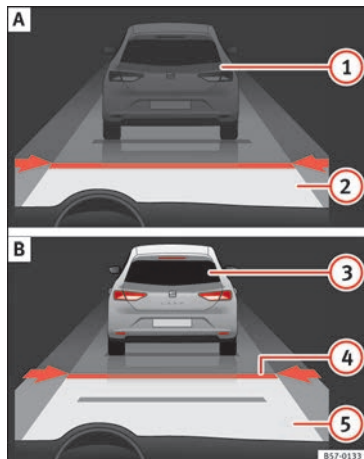
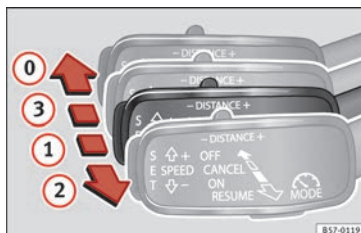
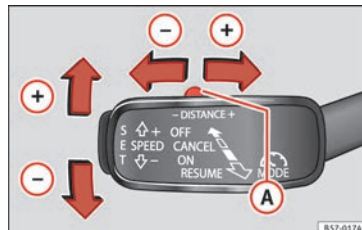

Fig. 195 Sur l'écran du combiné d'instruments : (A) ACC inactif (Standby). (B) ACC actif.
Fig. 197 À gauche de la colonne de direction : troisième levier pour utiliser le régulateur de vitesse adaptatif.
Fig. 198 À gauche de la colonne de direction : troisième levier pour utiliser le régulateur de vitesse adaptatif.
Indication d'état sur l'écran » **fig. 195** :
Quand le régulateur de vitesse adaptatif (ACC) est connecté, le témoin de contrôle vert s'allume sur le combiné d'instruments (🟢) ; la vitesse programmée et l'état de l'ACC s'affichent à l'écran » **fig. 195.**
Lors de la conduite, si vous souhaitez utiliser la vitesse actuelle du véhicule comme vitesse de croisière et activer l'ACC, appuyez sur la touche **SET** » fig. 198. Si vous désirez augmenter ou diminuer la vitesse par intervalles de 1 km/h (0,6 mph), déplacez le levier en position ② » fig. 197 ou appuyez sur la touche **SET**, respectivement.
Si besoin, la vitesse programmée peut être modifiée lorsque le véhicule est à l'arrêt ou lors de la conduite. Toute modification de la vitesse programmée est indiquée dans la partie inférieure gauche de l'écran du tableau de bord » fig. 195.
Pour augmenter ou réduire le niveau de distance, appuyez sur la commande à bascule vers la droite ou la gauche » fig. 198 A.
- Pour activer l'ACC, placez le troisième levier en position ① puis appuyez sur la touche **SET** ou placez le troisième levier de l'ACC en position ② » fig. 197. L'image de l'ACC sur l'écran du tableau de bord passe alors en mode *Actif* » fig. 195.
Pour désactiver l'ACC, placez le levier en position ③ » fig. 197 (le faire emboîter). Le texte **ACC désactivé** s'affiche alors et la fonction est entièrement désactivée.
Si vous ne souhaitez pas désactiver l'ACC, mais passer temporairement en mode inactif (Standby), placez le troisième levier en position ③ » fig. 197 ou appuyez sur la pédale de frein.